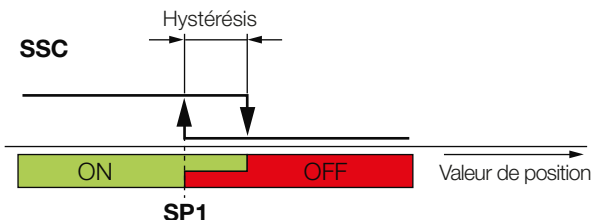

Fig. 6-2 : Exemple pour la détection de présence en mode un point
- Mode un point (*single-point mode*, Fig. 6-2) : valeur : 1